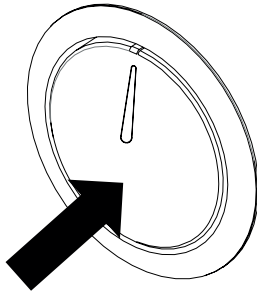

Abb. 14: „Pop out“-Funktion ausgeschaltet
- Drücken Sie nach innen, um den Knopf herauszufahren, und stellen Sie ihn dann ein (Abb. 14).